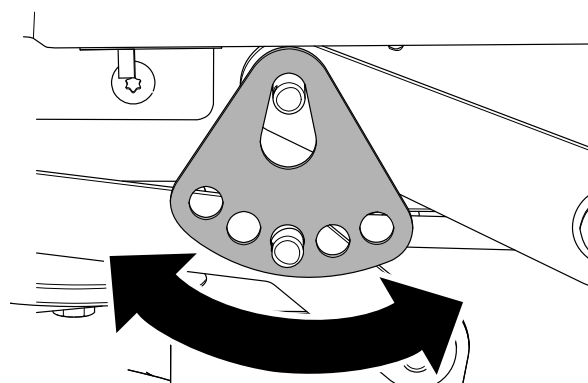

Figura 65
7. Gire la placa de ajuste de la altura de corte a otro orificio para que apoye el peso de la carcasa de corte después de instalar la placa (Figura 65).
8. Instale la arandela y la chaveta (Figura 65).